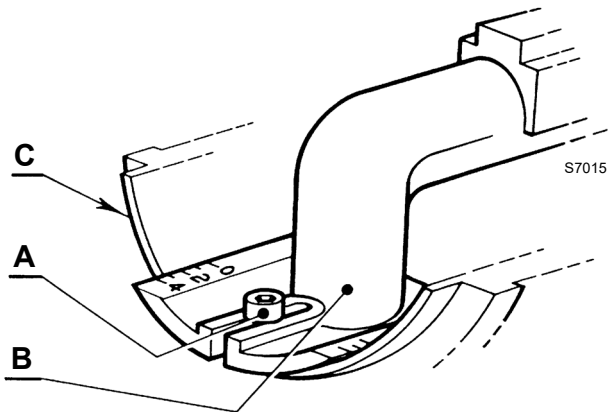

Abb. 15
- die Schraube A) (Abb. 15) lockern, den Krümmer B) verschieben bis das Ende der Muffe C) mit der gewünschten Einstellzahl übereinstimmt;